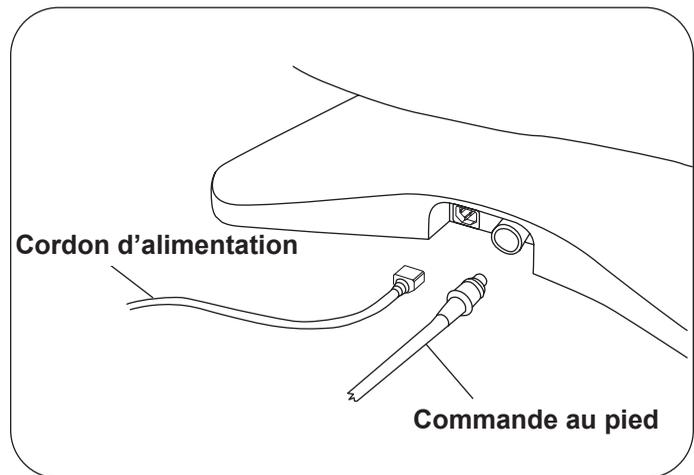

Figure 6. Prises du cordon d'alimentation et du cordon de commande au pied
2. Insérez l'extrémité du cordon dans la prise de la pédale de commande sur la table (Figure 6). Assurez-vous que la languette de la prise du cordon est orientée vers le haut et que la prise est bien en place. Testez le fonctionnement de la pédale de commande.
2. Insérez la fiche femelle du cordon d'alimentation dans la prise de la table (Figure 6). Assurez-vous que les languettes sont alignées et que la fiche est bien en place.